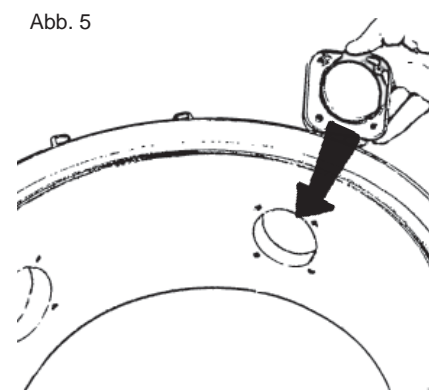

Abb. 5
4. Verlegen Sie den Ansaugrohrstutzen in die neue Öffnung. **HINWEIS!** Der Stutzen trägt die Kennzeichnung "Up". Stellen Sie sicher, dass der Stutzen mit "Up" nach oben angebracht wird. Befestigen Sie den Stutzen durch Einpassen und Anziehen der vier Schrauben, Abb. 5.